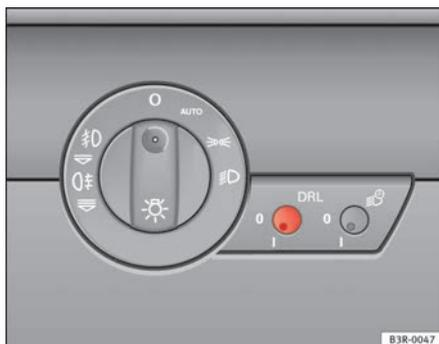

Fig. 88 Comutador da luz de condução diurna
- Pressione brevemente o botão ⇒ fig. 88 para o retirar da sua posição.